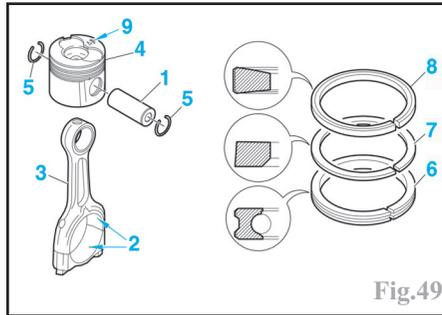

Fig.49
Effectuer l'assemblage de chaque ensemble bielle-piston, en huilant les axes (1) et le demi-coussinet (2) dans la tête de bielle (3). Utiliser des joncs d'arrêt neufs (5) (Fig.49).
Monter les segments huilés sur les pistons en commençant par le segment racler (6) puis celui d'étanchéité (7) et enfin le segment coup de feu (8) en plaçant les marquages "Top" vers la tête du piston. Tiercer les segments à 120°, en les décalant par rapport à l'axe de piston et à la coupe du segment racler (Fig.49).